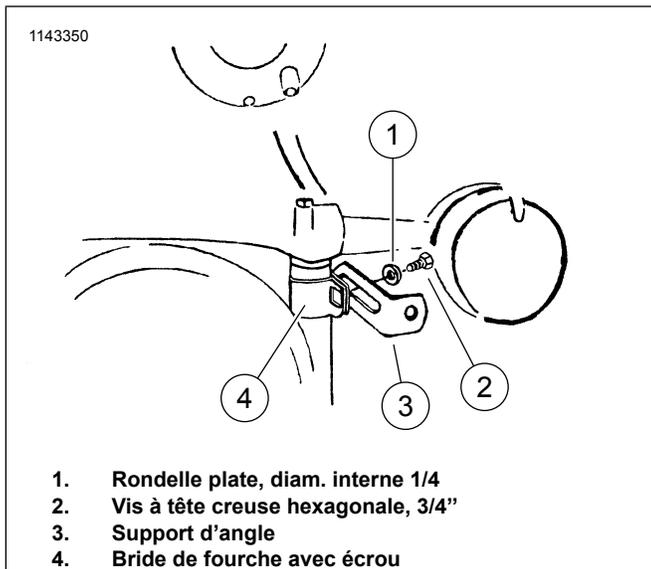

Figure 3. Assembler le support inférieur
- Voir la figure 3. Écarter les brides à fourche (4) et les placer autour de la partie supérieure des tubes de fourche de sorte manière à ce que le côté plat soit à l'extérieur et soit tourné vers l'avant, resserrer les brides sur la fourche.
- Visser les supports d'angle (3) sur les brides de fourche avec les vis à tête bombée hexagonale creuse (2) et les rondelles plates (1). Les extrémités des supports d'angle seront tournés vers l'extérieur.